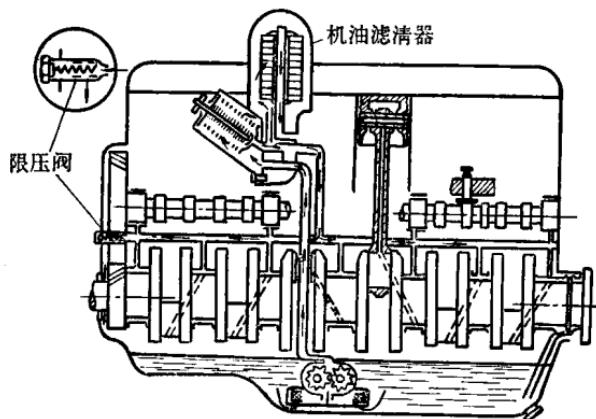

图1—3. 润滑各部件
(1) 摆动汽油机曲轴数转，使机油到达各润滑部件处（图1—3）；